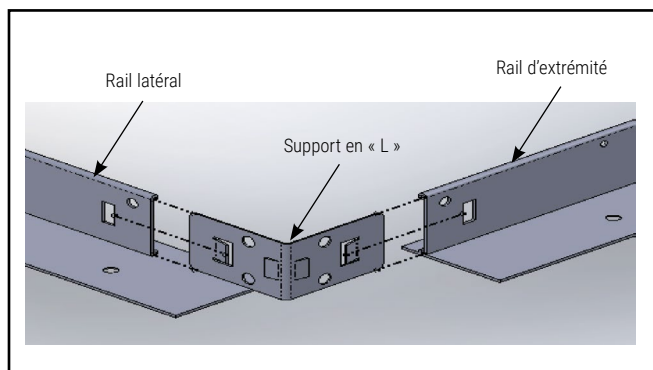

Figure 1.
1. Assemblez le cadre de cloison sèche en utilisant des supports en <L> pour fixer les rails d'extrémité aux rails latéraux. (Figure 1)